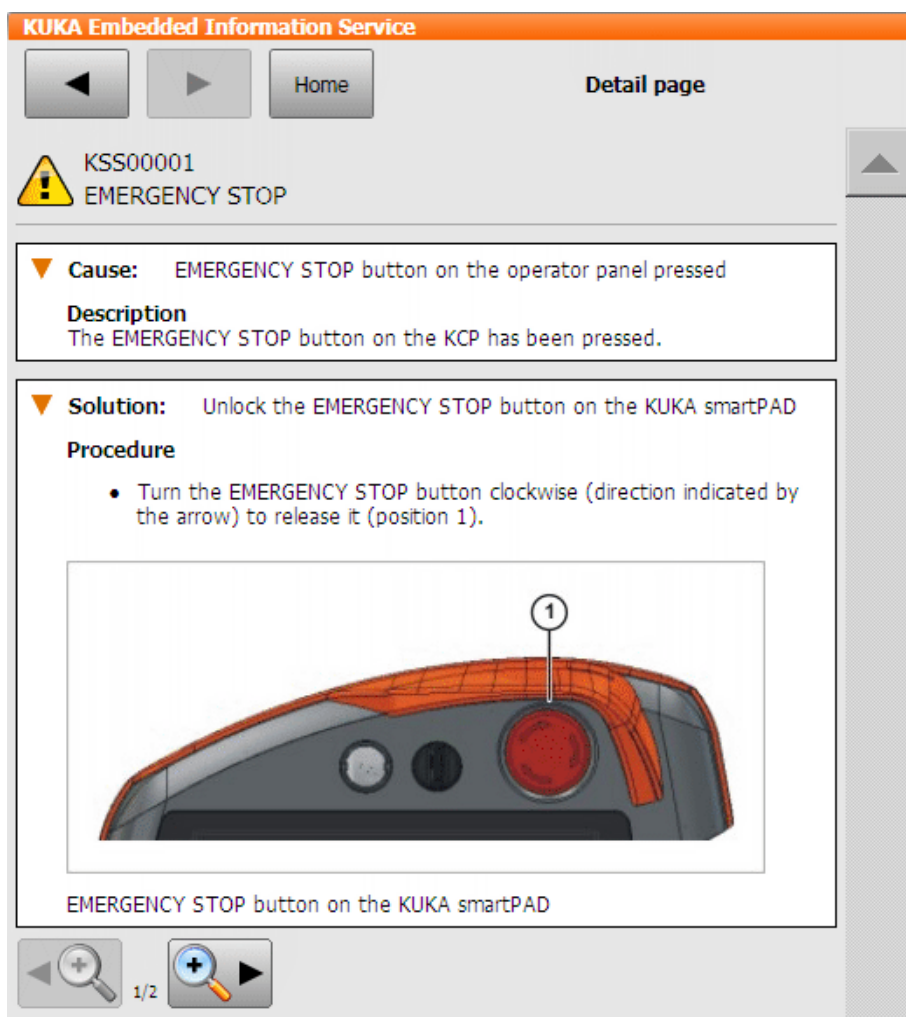

图 4-11: 详细信息页面 - 库卡系统软件中的范例
- a. 触摸原因旁的放大镜按钮。详细信息页面自动打开。(>>>> 图 4-11)
6	显示原因 / 解决方法的详细信息。 (>>> 图 4-11)